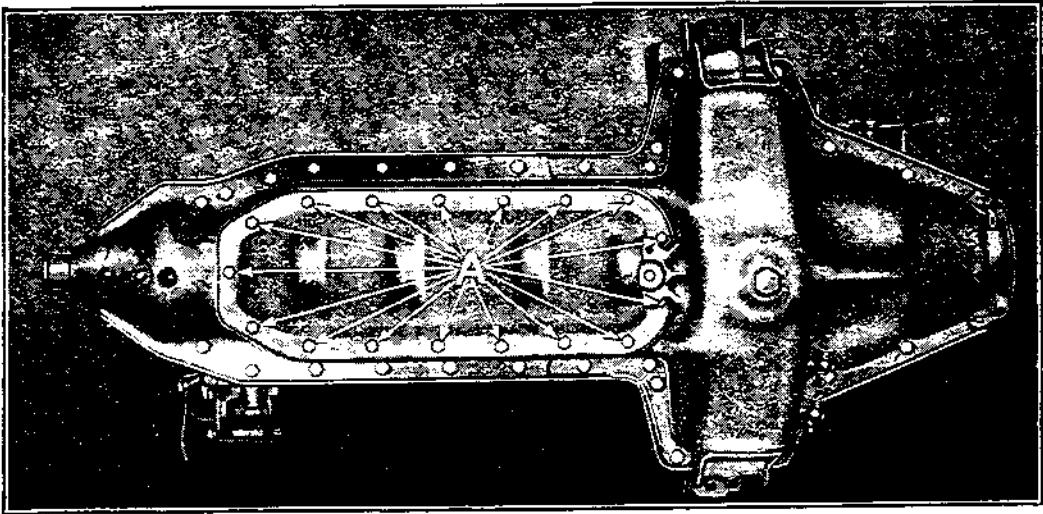

Fig. 228
**382** — Démontez la trappe mobile du carter du moteur et son joint, en dévissant les 17 vis de fixation. (Voir A, fig. 228.) Faire tourner le moteur avec la manivelle de mise en marche pour amener les bielles Nos 1 et 4 à fond de course descendante. (Si la voiture est munie du carter ancien modèle. Voir F, paragr. 399.)